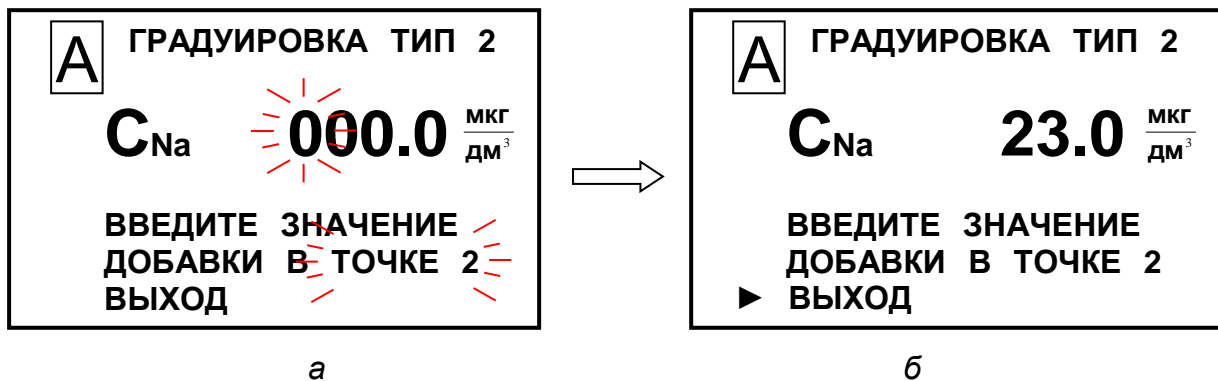

Рисунок 3.27
- 23 Ввести на экране (рисунок 3.27а) значение 23,0 мкг/дм³.
- 24 Установить маркер «▶» на строку ВЫХОД (рисунок 3.27б) и нажать кнопку «МЕНЮ ВВОД». Появится экран в соответствии с рисунком 3.28.